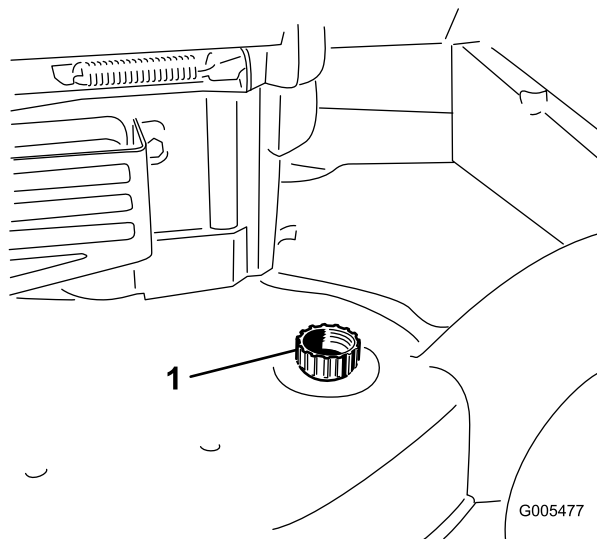

Figura 45
3. Collegate una canna da giardino al rubinetto dell'acqua e al foro di lavaggio (Figura 45).